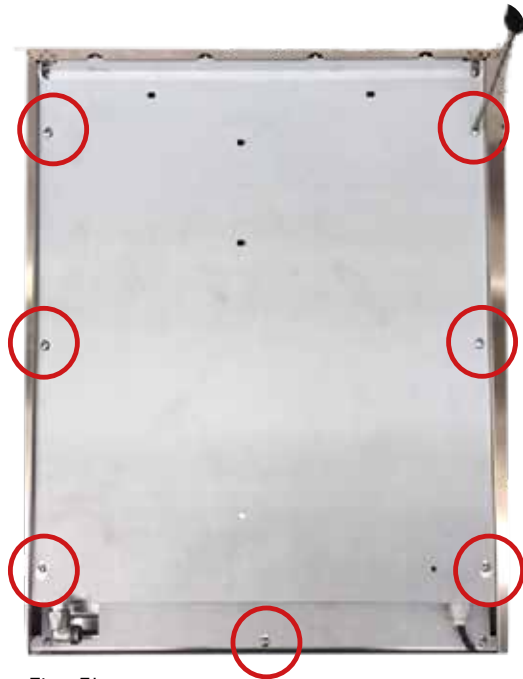

Fig. 5b
2. Svitare le viti segnate con le frecce che fissano il piano di lavoro per consentire di sollevarlo, fig. 5, fig. 5a, fig. 5b.